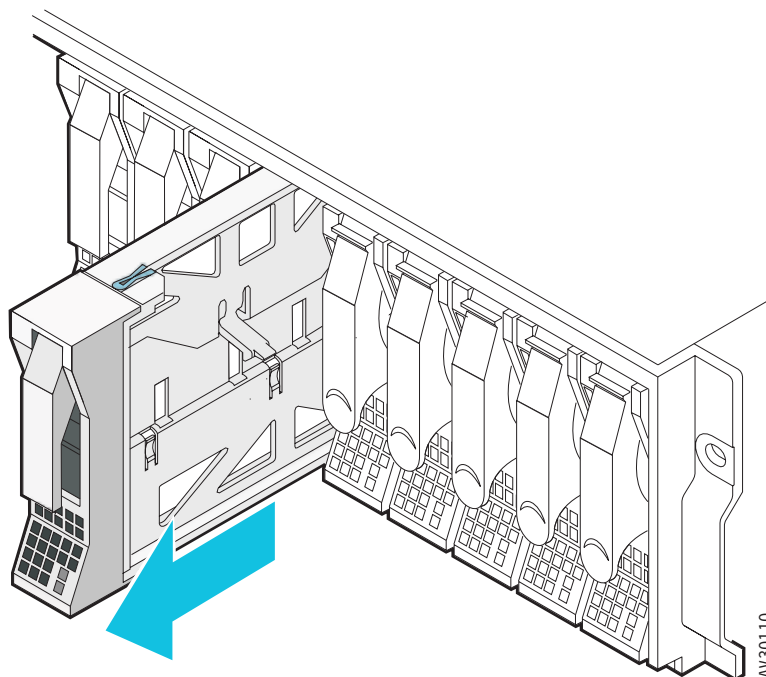

図 32. ダミー HDD モジュールの取り外し
1. 図 32 のように、ダミー HDD モジュールを筐体から引き出して下さい。